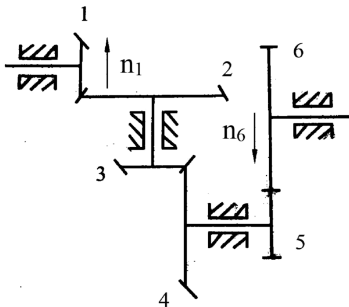

图 3 题 32 图
32. 在图 3 所示的定轴轮系中，已知 $Z_1 = 20, Z_2 = 40, Z_3 = 20, Z_4 = 50, Z_5 = 40, Z_6 = 80$ 。若 $n_1 = 500\text{r/min}$ ，求轮系的传动比 i_{16} 和齿轮 6 的转速。